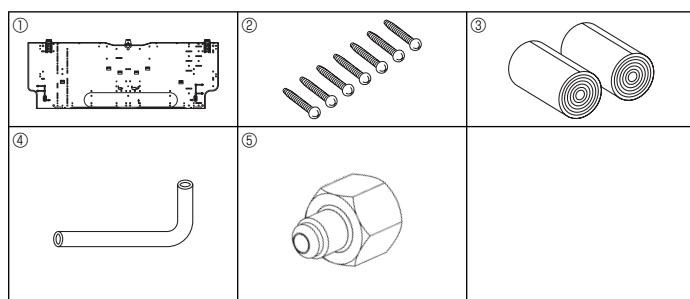

Рис. 3-1
- ⑥ Вентиляционное отверстие На расстоянии 1500 мм от вентиляционного отверстия не должно быть никаких препятствий.
- ⑦ Поверхность пола
- ⑧ Обустройство
- ⑨ Если крепления занавесок или подобные предметы выступают более чем на 60 мм от стены, необходимо сделать больший запас по расстоянию во избежание образования короткого цикла работы вентилятора.
- ⑩ 1800 и более от поверхности пола (при высокой установке)
- ⑪ 108 мм или более при установке левого или заднего левого трубопровода и дополнительного насоса для отвода конденсата
- ⑫ 550 мм и более при установке опционального дренажного механизма
- ⑬ Минимум 7 мм: 265 мм и более при установке опционального дренажного насоса
3.1. Проверьте наличие дополнительных принадлежностей к внутреннему прибору (Рис. 3-1)